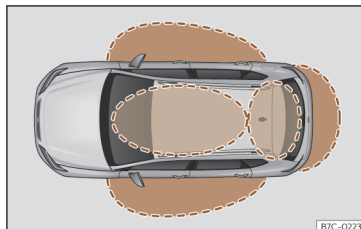
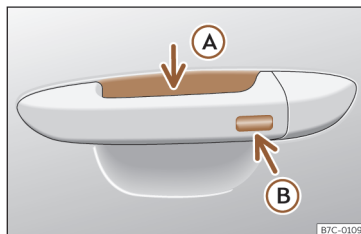

Fig. 71 Keyless Access: zonas de proximidade.
Fig. 72 Manípulo da porta: superfícies sensoras
destrancar e trancar o veículo sem utilizar ativamente a chave do mesmo. Para isso, só é necessário que exista uma chave do veículo válida na zona de deteção correspondente à tentativa de acesso ao veículo»» **Fig. 71** e tocar numa das superfícies sensoras dos manípulos das portas»» **Fig. 72** ou acionar o *softtouch*/pega da porta da bagageira»» Página 107 »» ❶.
Se detetar uma chave válida numa das zonas próximas»» **Fig. 71**, o sistema de fecho e
- Empurre o manípulo de uma das portas dianteiras. Ao fazê-lo, toca-se na superfície sensora»» Fig. 72 (A) (seta) do manípulo e destranca-se o veículo.
- Toque *uma* vez na superfície sensora de bloqueio»» Fig. 72 (B) (seta) do manípulo de
- Toque *uma* vez na superfície sensora »» Fig. 72 (B) (seta) do manípulo de uma das portas dianteiras. O veículo é trancado com o sistema de segurança «Safe»»» Página 102. A porta cujo manípulo se aciona deverá estar fechada.
- Toque *duas* vezes na superfície sensora »» Fig. 72 (B) (seta) do manípulo de uma das portas dianteiras para trancar o veículo sem ativar o sistema de segurança «Safe»»» Página 102.
Quando o veículo está trancado, a porta da bagageira destranca-se ao abri-lo se numa zona próxima»» Fig. 71 se encontrar uma chave do veículo válida.
- Pressione o botão de fecho  do comando à distância e toque uma vez, dentro dos 5 segundos seguintes, na superfície sensora de bloqueio do manípulo da porta do condutor »» Fig. 72 (B). Não agarre o manípulo da porta, caso contrário o veículo não trancará. Também é possível levar a cabo a desativação se se bloquear o veículo através do fecho da porta do condutor.
Para fechar com a função de conforto todas as janelas elétricas e o teto de vidro, mantenha um dedo durante uns segundos sobre a superfície sensora de bloqueio »» Fig. 72 (B) (seta) do manípulo da porta até que as janelas e o teto se tenham fechado.
As superfícies sensoras dos manípulos das portas poderiam ativar-se ao receber um jato de água ou de vapor a grande pressão, caso existisse alguma chave do veículo válida na zona próxima. Se, pelo menos, uma das janelas com acionamento elétrico estiver aberta e se se ativar a superfície sensora »» Fig. 72 (B) (seta) de um dos manípulos de forma permanente, fechar-se-ão todas as janelas.
- **OU:** toque *duas vezes* na superfície sensora situada na parte exterior do manípulo da porta»» **Fig. 72 B).**